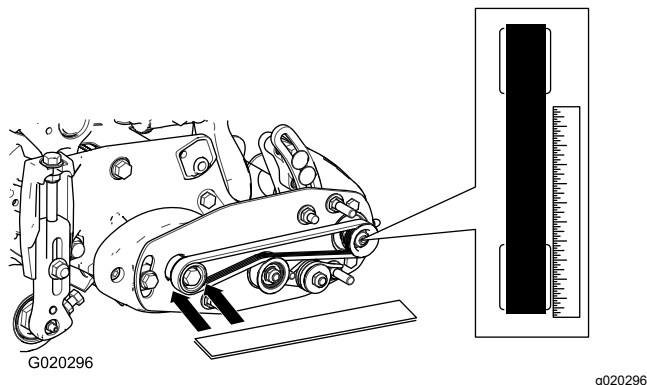

Figura 15
- B. Disponha uma régua de traçar ao longo da face externa da polia de transmissão (Figura 15). Não disponha a régua de traçar na polia da transmissão e na polia acionada.